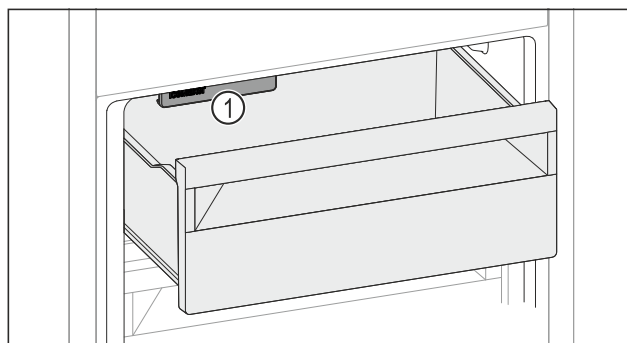

Fig. 126
- ▶ Vegye figyelembe az IceMaker-t Fig. 126 (1).